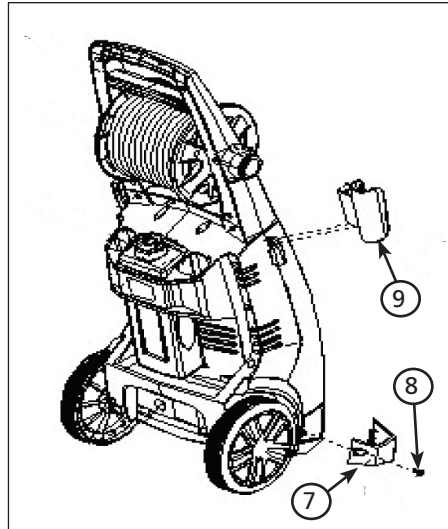

Figura 9 - Sólo PW1835
1. Deslice el gancho superior de la pistola (9) en la unidad (ver la figura 9).